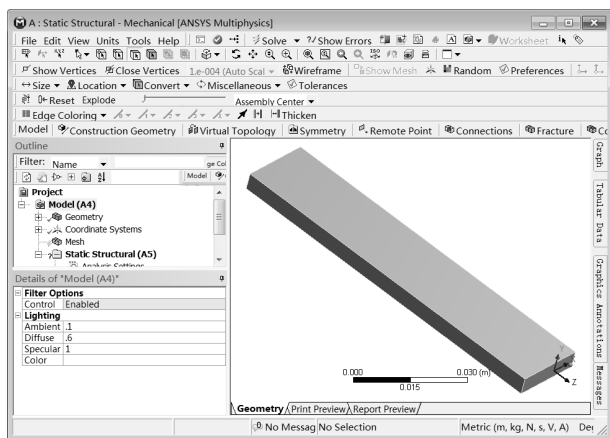

图 4-37 Mechanical 界面
Step1：双击主界面项目管理区项目 A 中的 A4 栏 Model 项，进入如图 4-37 所示的